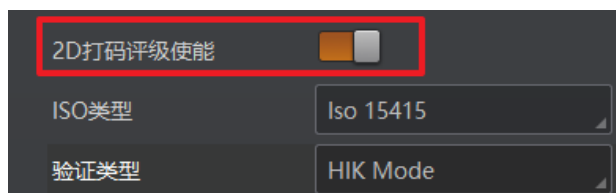

图4-39 打码评级使能
3. 启用 **2D 打码评级使能**参数，如图 4-39 所示。